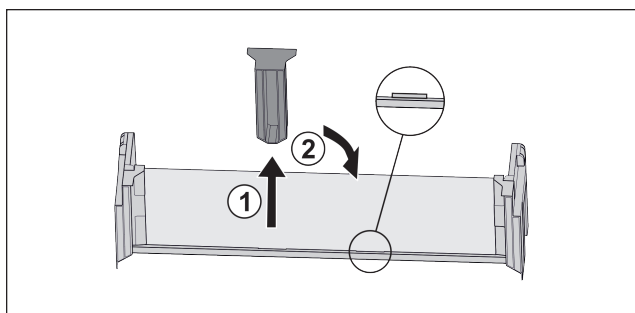

Fig. 30
- Trekk av den midtre holdedelen Fig. 30 (1).
- Sett inn den midtre holdedelen i andre posisjon Fig. 30 (2).